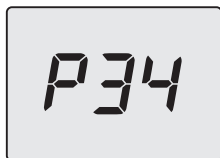

Рисунок 9.4
- Прокрутите различные параметры при использовании кнопок 13 (назад) или 15 (вперед) до появления на ЖК-дисплее надписи **P34**, чередующейся со значением параметра (Рисунок 9.4).